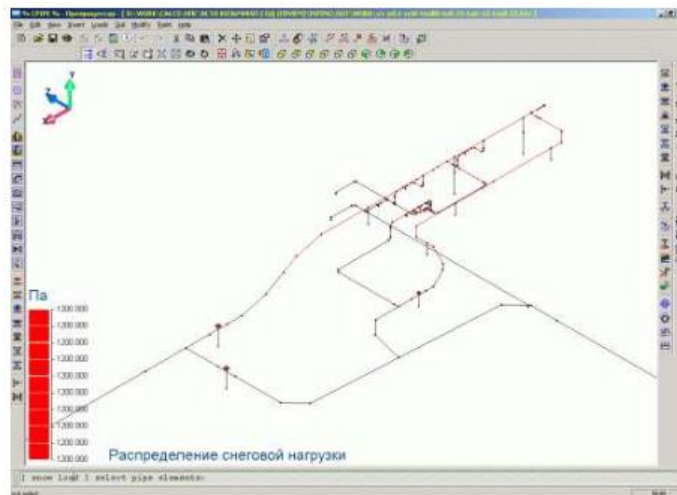

Рис. 5.6.10. Распределение снеговой нагрузки в трубопроводной системе
1. Выполните пункт меню "Нагрузки\Снеговая нагрузка" ("Loads\Snow Load") или пиктограмму  панели инструментов "Граничные условия". В результате в графическом окне препроцессора должна появиться модель конструкции, раскрашенная по значениям расчетного давления от веса снегового покрова (см. ниже) на трубопроводных элементах (рис. 5.6.10.).